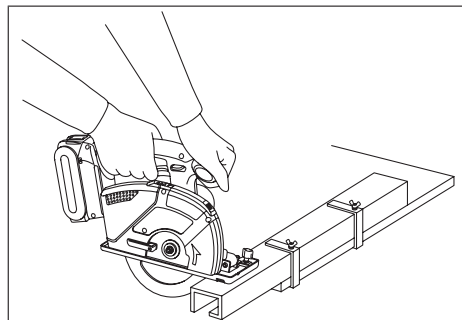

Fig. 14
- Fig. 14 viser den rigtige skærepræposition.